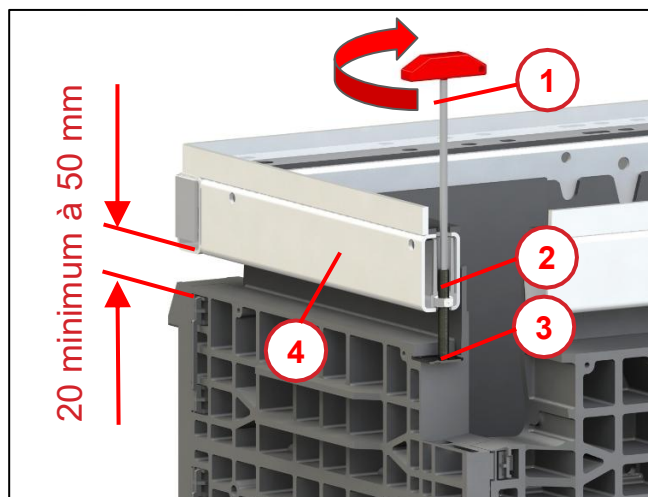

Fig. 37
- Replacer le cadre en acier (1) sur la chambre de tirage.
Les broches filetées (2) du réglage en hauteur défini auparavant doivent être enfoncées à travers le mortier sec encore mou (3) jusqu'à ce qu'elles s'appuient de nouveau sur l'appui en tôle (voir Fig. 37-Pos. 3).